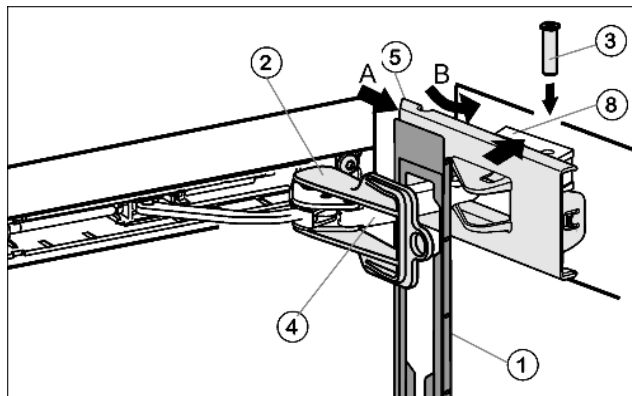

Fig. 20
- ▶ Навесьте накладку Fig. 20 (1) на амортизационную скобу Fig. 20 (4) таким образом, чтобы передние защелки показывали во внутрь, а передняя сторона была направлена к устройству.
- ▶ Отодвиньте (A) крышку Fig. 20 (5) снаружи и поверните (B) через опорную деталь Fig. 20 (8).
- ▶ Установите крышку Fig. 20 (5) и защелкните ее до первого фиксатора.
- ▶ Притяните амортизационную скобу Fig. 20 (4) к опорной детали Fig. 20 (8) и сверху вставьте палец Fig. 20 (4) таким образом, чтобы квадратная головка сидела в углублении.
- ▶ Теперь полностью защелкните крышку Fig. 20 (5) на опорной детали Fig. 20 (8).
- ▶ Поворотом снимите фиксатор Fig. 20 (2).
- ▶ Защелкните накладку Fig. 20 (1) на дверце.